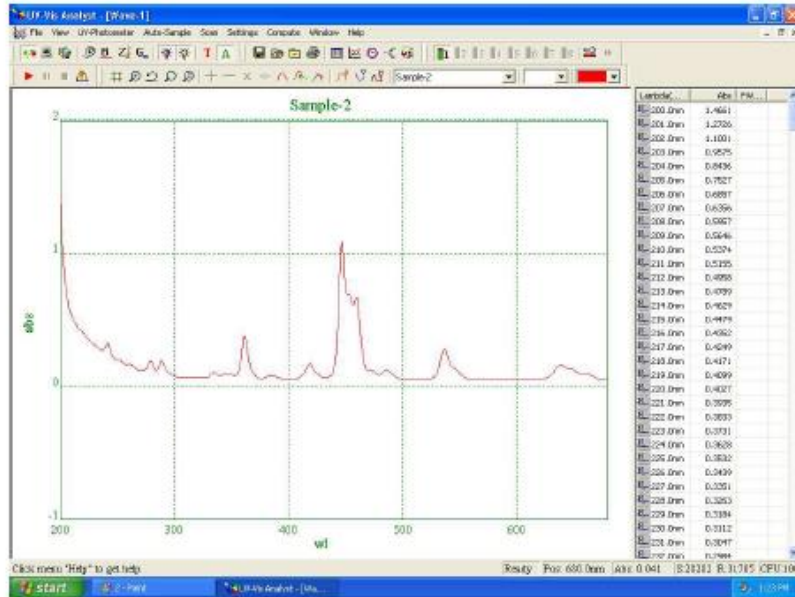

Fig. 4-13
6. Ponga la muestra en el compartimento de muestra. click  para Escanear la muestra, y se mostrara el espectro en tiempo real. (Fig 4-13). Click  para Detener mientras este escaneando.